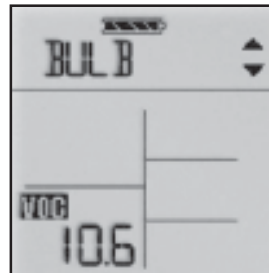

Bild 15:
2. Bläddra till och välj -BULB- (bild 15)